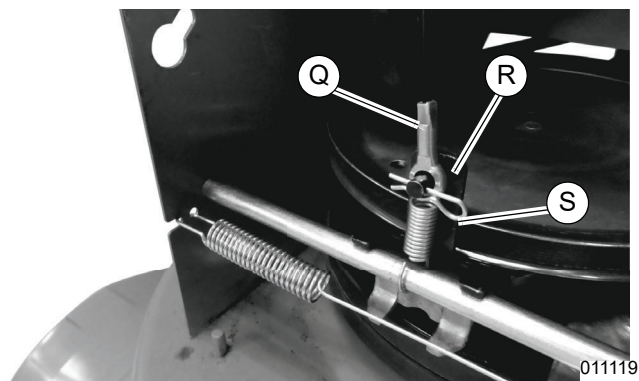

Figure 4-36. Attacher le câble de traction
10. Voir Figure 4-36. Attacher le câble de traction (Q) au bras de commande de traction (R) et insérer la goupille (S).